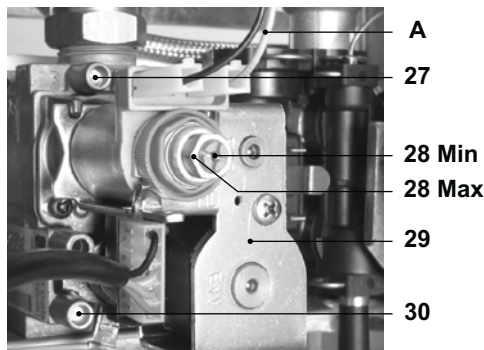

Fig. 7.4
- Con la caldera apagada (fuera de servicio), controle la presión de alimentación utilizando la toma A Fig. 7.4 y compare el valor leído con los indicados en la tabla Presiones de alimentación del gas en la secc. "Características técnicas" pág. 14.
- Cerrar bien la toma de presión i 30 Fig. 7.4.
- Para ajustar la presión hacia el quemador, hace falta actuar sobre la tuerca de latón del actuador modulante 28 Max en la Fig. 7.4.
- Desconectar el hilo de alimentación A del actuador modulante 28 Max cuidando que no llegue a tocar las piezas metálicas de la caldera Fig. 7.4.
- Para ajustar la presión hacia el quemador, hace falta actuar sobre la tuerca de plástico 28 Min, sujetando la tuerca de latón del actuador modulante 28 Max en la Fig. 7.4.
- Volver a conectar el hilo de alimentación A del actuador modulante Fig. 7.4.
- **Cerrar la toma de presión 30 en la Fig. 7.4.**
- Abrir la toma de presión a la salida de la válvula de gas en la Fig. 7.4 y conectar un manómetro.